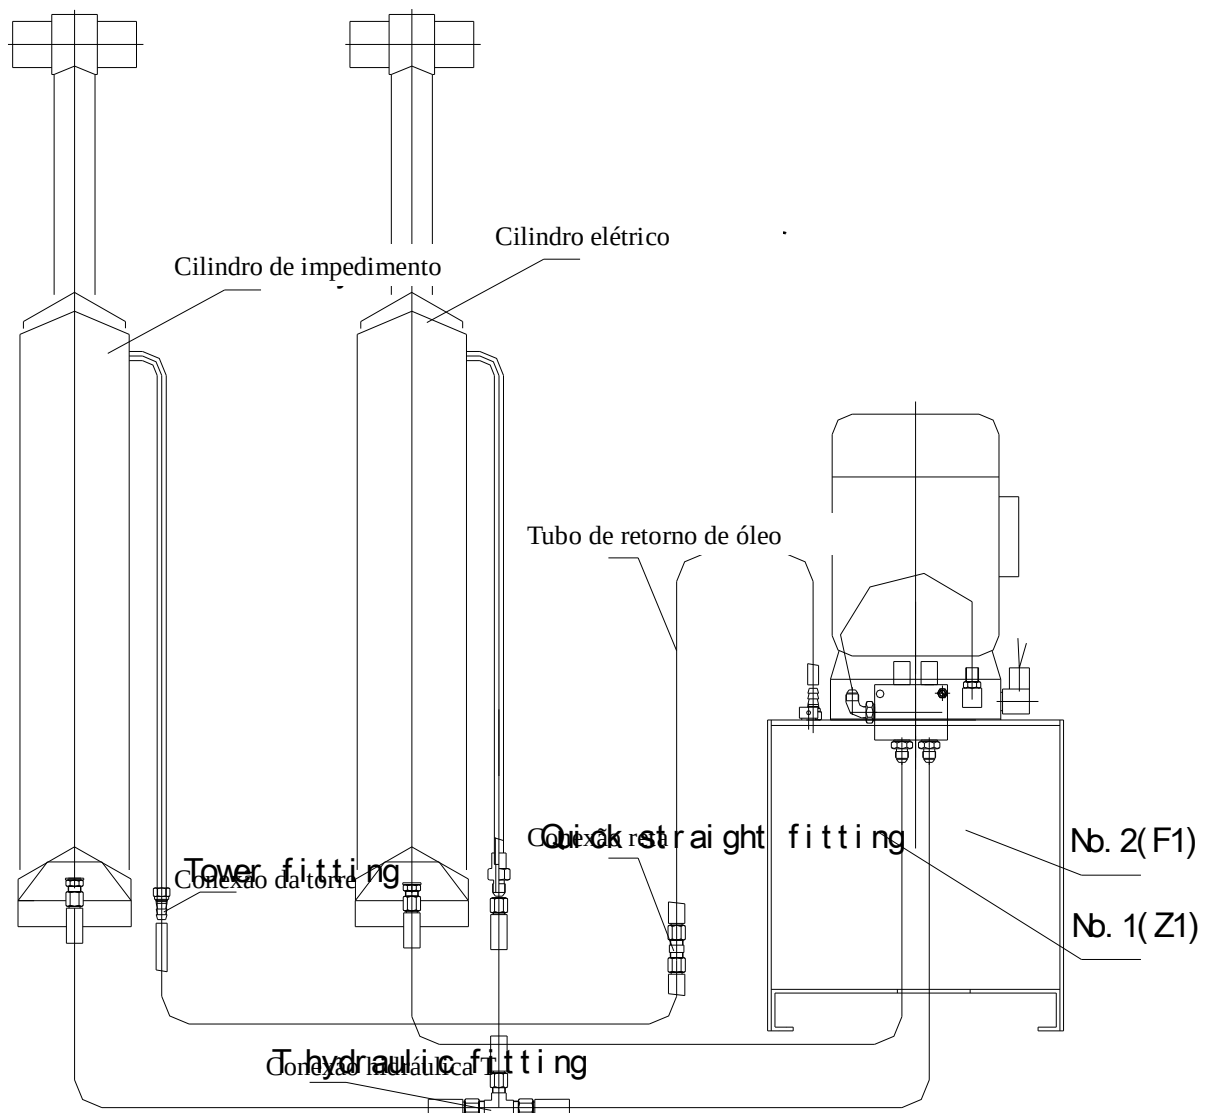

Fig.9
- A conexão da mangueira hidráulica está ilustrada na Fig. 9. Conecte a mangueira hidráulica NO1 à válvula Z1 dentro da caixa de controle e aperte as conexões. Cheque a situação da válvula combinada. (O ciclo principal abrirá e o subsidiário fechará.)
- Conecte outras mangueiras de acordo com a Fig. 9 e prenda todas as conexões para que não ocorra vazamento.